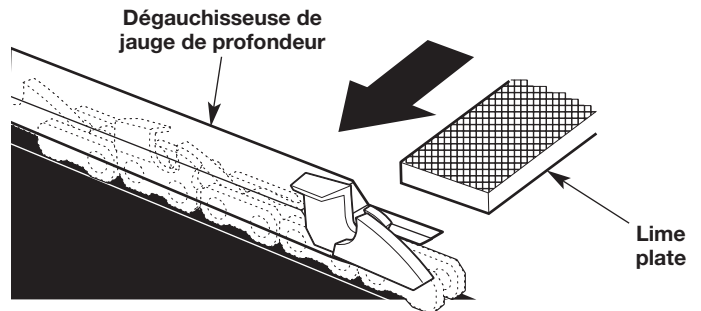

Fig. 34
3. Utilisez une jauge de profondeur (non comprise) pour mesurer le jeu de jauge de profondeur (Fig. 34) de chaque coupe. Le jeu de la jauge de profondeur doit être maintenu à 0,635 mm (0,025 po). Le dégagement de la jauge de profondeur détermine la profondeur à laquelle l'outil de coupe pénètre dans le bois en cours de fonctionnement ainsi que la taille des copeaux de bois produits. Un jeu trop important augmente le risque de rebond. Un jeu trop réduit diminue la taille des copeaux de bois, diminuant ainsi la capacité de coupe.
- Utilisez une dégauchisseuse de jauge de profondeur 0,6 mm (1/32 po) et une lime plate (outils non compris) pour abaisser la jauge de profondeur au jeu adéquat (Fig. 34).